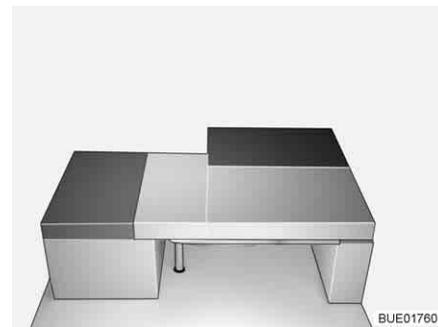

Fig. 137 Dopo la trasformazione
- Collocare il cuscino dello schienale del sedile sul tavolo (davanti al cuscino dei sedili, vedi Fig. 137).
- Collocare il cuscino dello schienale del divano laterale sul tavolo (tra il cuscino del divano laterale e i cuscini dei sedili, vedi Fig. 137).